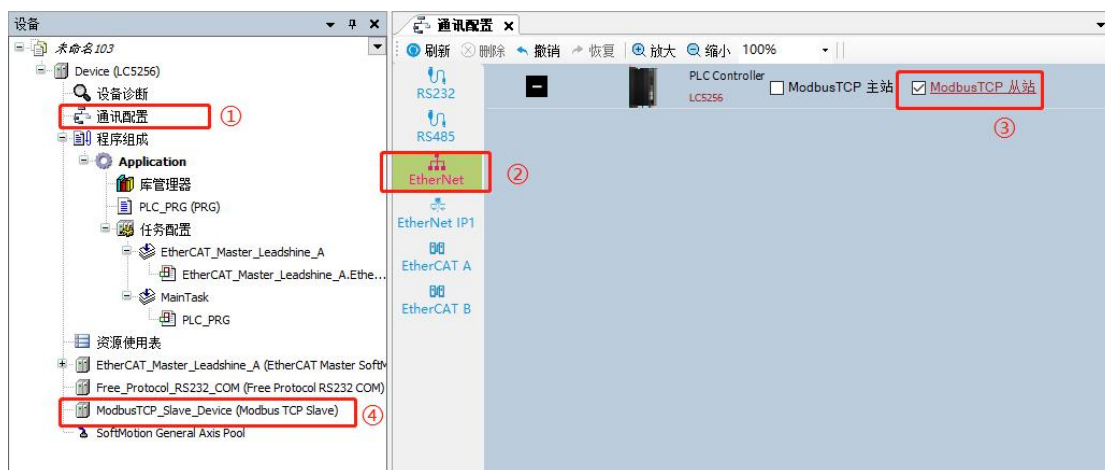

图 13.6 使能 PLC 作为 ModbusTCP 从站
双击网络组态中的“通讯配置”，如图 13.6 所示，单击 PLC 设备，弹出所支持的通信协议的使能窗口。勾选“ModbusTCP 从站”，使能后，变为红色。ModbusTCP 从站使能后，左侧树中，出现了对应的通信配置，如图 13.6 中④处所示“ModbusTCP_Slave_Device”。